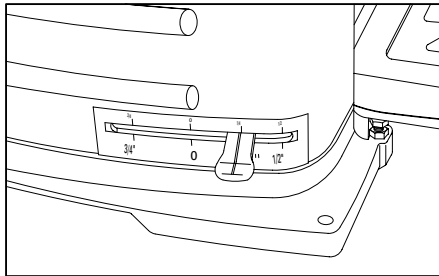

Fig. 12
9. En cas de besoin d'une coupe à une hauteur spécifique (3/4", 1/4", 1/2"). Déplacer le côté droit du niveau de hauteur dans la position souhaitée. (Fig. 12)